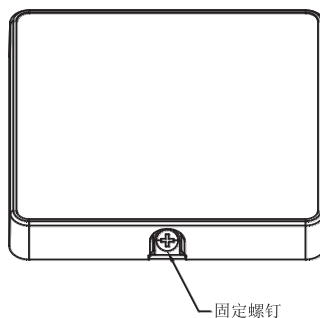

图 5
- ◆ 数据线安装时，首先将热水器上的数据线穿过预埋线管，与线控盒上预留的数据线连接，然后将控制盒扣入控制盒固定板上，在底部用 M4×6 螺钉将其固定在控制盒固定板上，如图 5 所示。